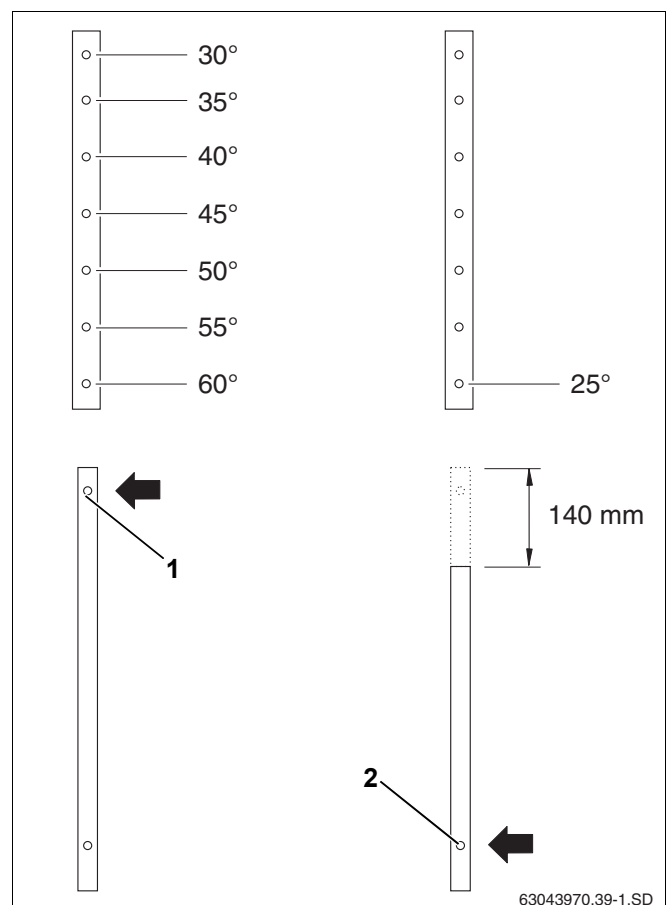
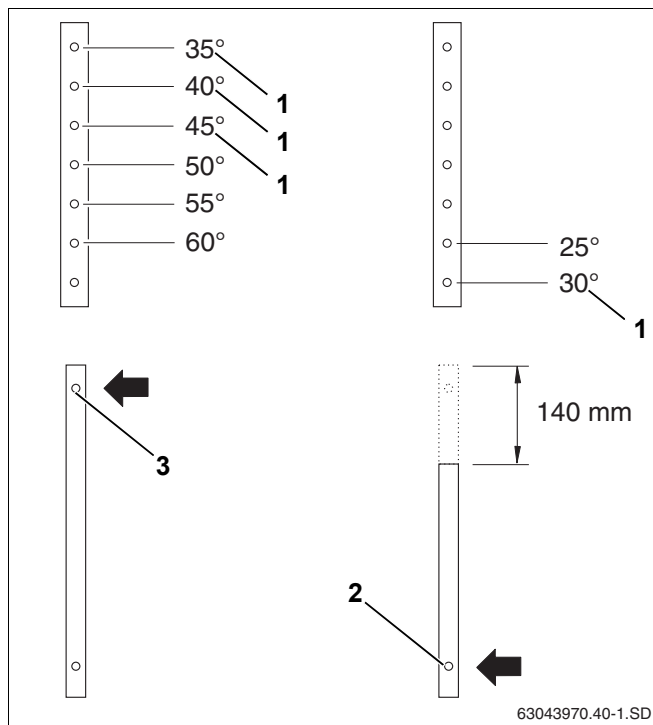

Рис. 12 Выбор угла наклона для вертикальных коллекторов
Рис. 13 Выбор угла наклона для горизонтальных коллекторов
- ▶ Выберите отверстия на верхней и нижней телескопических направляющих согласно рис. 12 и рис. 13.
При вертикальном монтаже для угла наклона коллектора от 30° до 60° используйте верхнее отверстие нижней телескопической стойки (рис. 12, поз. 1).
Для угла наклона 25° нужно укоротить нижнюю стойку сверху на 140 мм и использовать нижнее отверстие (рис. 12, поз. 2).
При горизонтальном монтаже для угла наклона коллектора от 35° до 60° используйте верхнее отверстие нижней телескопической стойки (рис. 13, поз. 3).
Для угла наклона 25° и 30° нужно укоротить нижнюю стойку сверху на 140 мм и использовать нижнее отверстие (рис. 13, поз. 2).
- ▶ Для монтажа на фасаде нужно использовать только положение с углом наклона коллектора 30°, 35°, 40° и 45° (рис. 13, поз. 1).